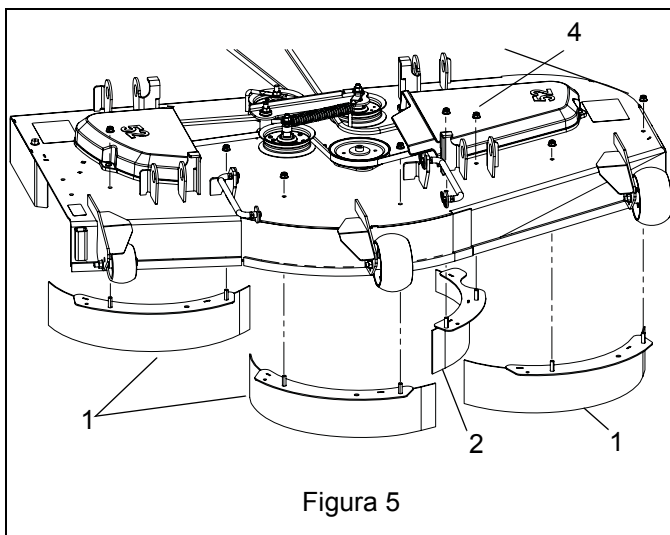

Figura 5
7. Installare i tre deflettori universali (elemento 1) e il deflettore centrale (elemento 2) dal lato inferiore dell'apparato di taglio. Conservare con gli otto controdadi a colletto da 5/16" (elemento 4). Vedere Figura 5.